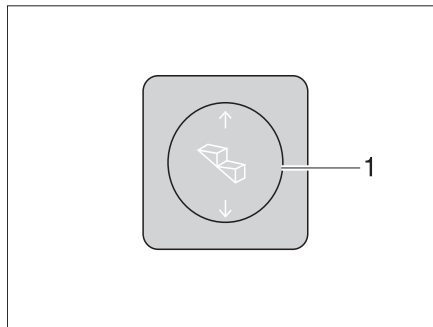

Fig. 7 Commutateur de commande du marchepied
*Sortir :* ■ Appuyer sur le commutateur à bascule (Fig. 7,1) vers le bas jusqu'à ce que le marchepied soit entièrement sorti.
*Ressortir :* ■ Appuyer sur le commutateur à bascule (Fig. 7,1) vers le haut jusqu'à ce que le marchepied soit entièrement ressorti.